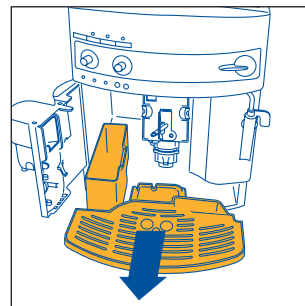

Fig. 16
NOTA 7: la machine compte le nombre de cafés qu'elle fait. Tous les 14 cafés simples (ou 7 doubles), le voyant ☹ s'allume fixe (chap. 12 point 3) pour avvertir que le tiroir est plein de pastilles usées et qu'il faut le vider et le nettoyer. Tant que le tiroir n'est pas nettoyé, le voyant reste allumé et la machine ne peut pas faire de café. Pour effectuer le nettoyage, ouvrez le volet de service sur le devant en tirant la poignée (fig. 15) ; le voyant ☹ commencera à clignoter (voir § 12 point 9) ; sortez l'égouttoir (fig. 16) videz-le et nettoyez-le. Videz et nettoyez soigneusement le tiroir à marc en éliminant tous les résidus déposés sur le fond. Essuyez également les éventuelles gouttes de condensation déposées à l'intérieur de la machine sous l'égouttoir. **IMPORTANT: quand vous sortez l'égouttoir, VIDEZ TOUJOURS le tiroir à marc, même s'il n'est pas plein. Sans cela, il se peut qu'après, en faisant les cafés, le tiroir se remplisse plus que prévu et que la machine s'engorge de pastilles usées.**
- retirez l'égouttoir et le tiroir à marc (fig. 16) et lavez-les ;